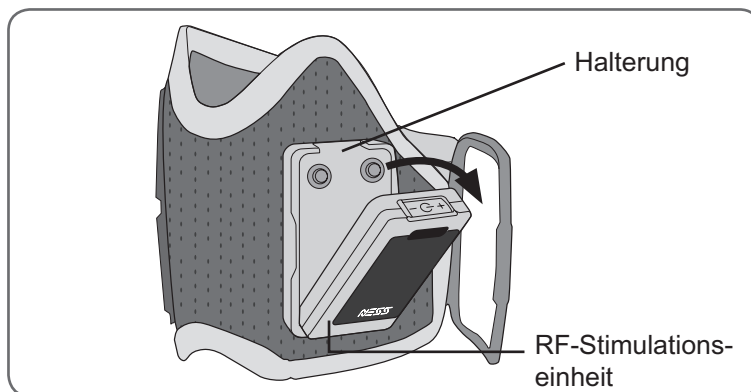

Abbildung 8-11: Herausnehmen der RF-Stimulationseinheit
2. Ziehen Sie das Oberteil der RF-Stimulationseinheit von der Halterung weg. (Siehe Abbildung 8-11.) Sollte es zu fest sitzen, öffnen Sie die flexible Abdeckung über dem Ladeanschluss, um einen besseren Griff zu haben.